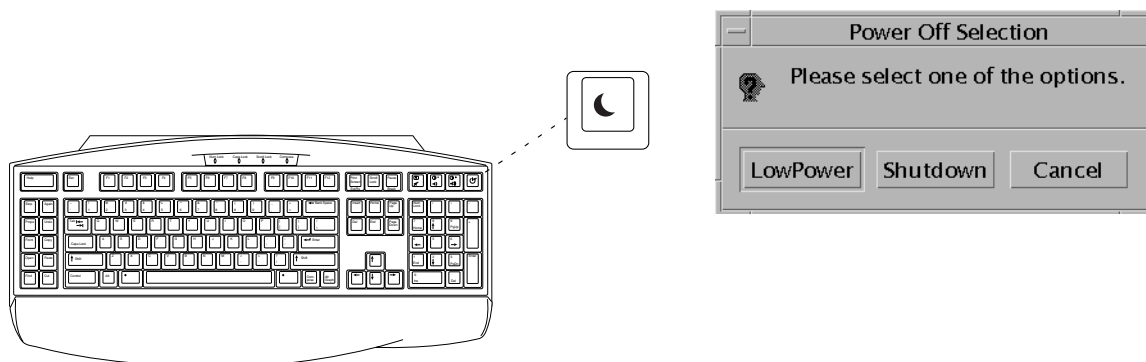

FIGURA 5 Tasto Power della tastiera USB tipo 6 e finestra di dialogo Power Off Selection (Selezione spegnimento)
1. Premere il tasto Power della tastiera USB Sun™ tipo 6 (vedere FIGURA 5).